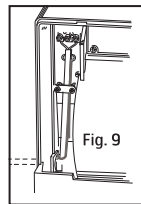
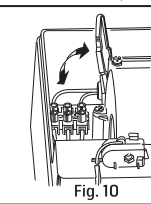

Fig. 9
Fig. 10
5. Połączenia elektryczne mogą być wykonywane wyłącznie przez uprawnionego instalatora zgodnie ze schematem połączeń, rys. 3a / 3b. Połączeń dokonuje się na listwie zaciskowej na tylnej płycie wentylatora, rys. 10. Przewód zasilający przepuszcza się przez otwór z tyłu wentylatora, rys. 9, lub od strony tego otworu, gdzie tworzywo jest cieńsze do nawiercenia.